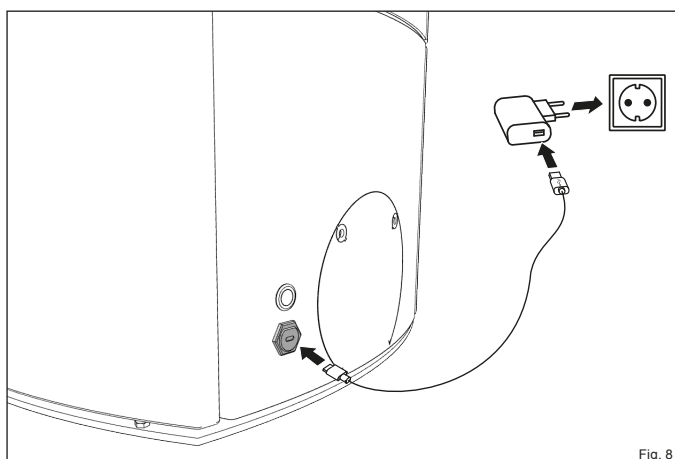

Fig. 8
- ▶ Connectez le câble USB-C au port du poêle et à la prise d'alimentation (Fig. 8).
- ▶ Branchez la fiche secteur sur le réseau électrique (Fig. 8).